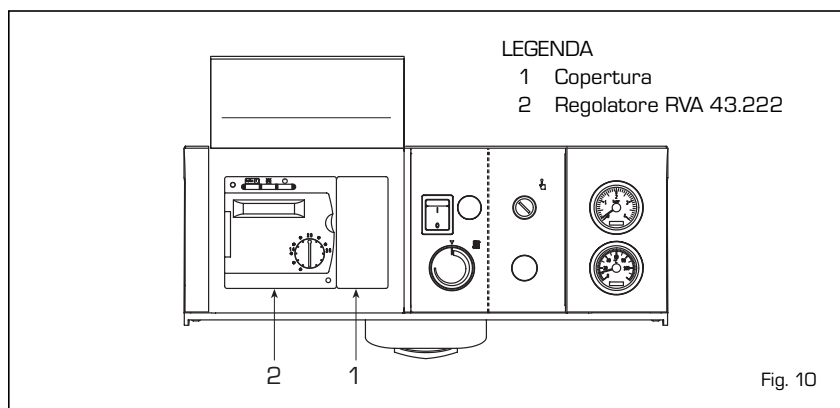

Fig. 10
2.8 MONTAGGIO REGOLATORE CLIMATICO RVA 43.222 (fig. 10)